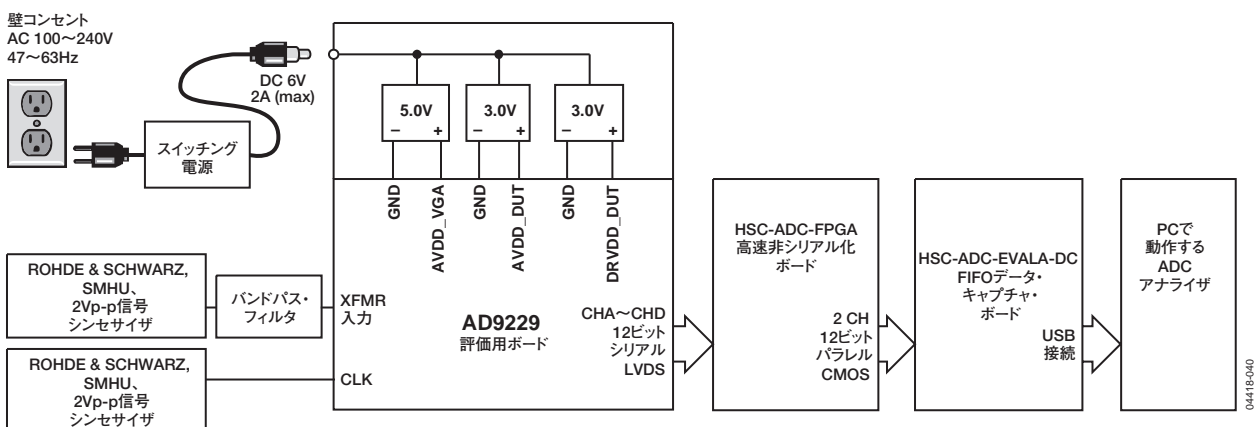

図47. 評価用ボードの接続
AD9229評価用ボードは、さまざまなモードと構成でADCを動作させるために必要となるすべてのサポート回路を提供します。このコンバータは、トランス(デフォルト)で、またはAD8332ドライバを用いて、差動で駆動することができます。ADCはシングルエンドで駆動することもできます。AD8332駆動回路からDUTをアイソレーションできるように、別々の電源ピンが用意されています。ジャンパの接続により、各入力構成が選択できます(図48~52参照)。図47に、AD9229のAC性能評価に使用した代表的なセットアップを示します。コンバータの最適性能を実現するためには、アナログ入力とクロックに非常に小さい位相ノイズ(rmsジッタが1ピコ秒未満)を持つ信号源を使うことが不可欠です。仕様のノイズ性能を得るためには、高調波を除去し、かつアナログ入力での総合または広帯域ノイズを小さくするために入力信号を適切にフィルタリングすることも必要です。
完全な回路図とレイアウト図を図47~57に示します。これはシステムレベルで採用できる適切なルーティング方法とグラウンディング方法を示すものです。
- **D+、D-**: 図47に示すセットアップに対して別のデータ・キャプチャの方法を使う場合は、高速バックプレーン・コネクタの隣にオプションのレーザー終端R205～R210を実装できます。